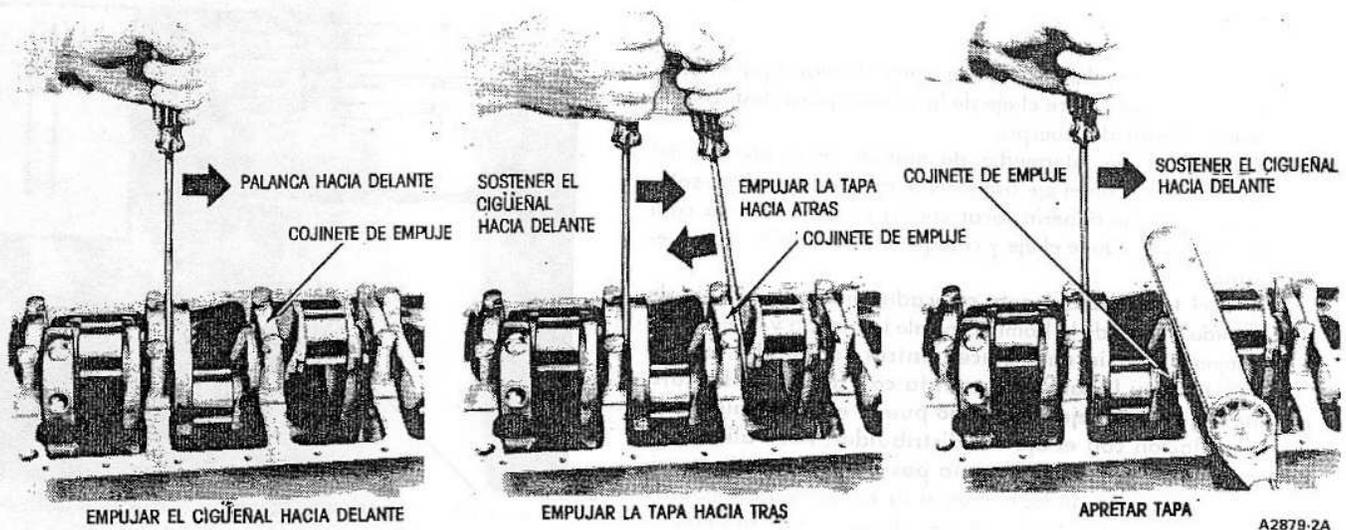

Fig. 39. Alineación del Cojinete de Empuje
10. Si se desmontó la tapa del cojinete de empuje (Cojinete principal No. 3), instálelo como sigue: Lubrique el muñón con aceite grueso para motor e instale la tapa del cojinete de empuje, apretando los tornillos con la mano. Empuje hacia delante el cigüeñal en contra de la superficie de empuje de la mitad superior del cojinete. Mantenga la tapa del cigüeñal hacia atrás. Sostenga la presión sobre el cigüeñal. Apriete los tornillos de la tapa conforme a especificaciones (Fig. 39).